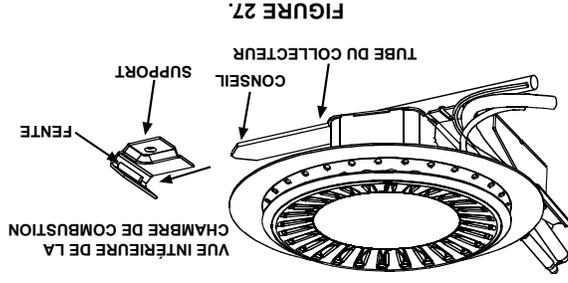

FIGURE 27.
3. Insérer le nouvel ensemble collecteur/brûleur dans le compartiment du brûleur en vous assurant que la pointe du tube du collecteur s'engage dans la rainure de support dans la chambre de combustion (Figure 27).